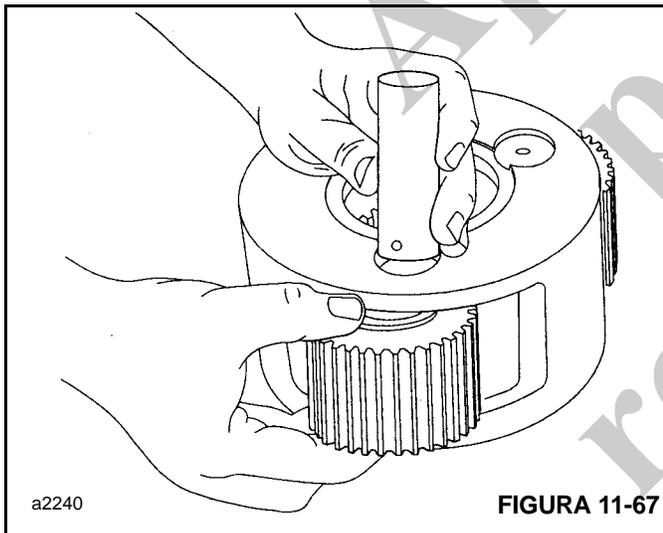

FIGURA 11-67
2. Insira dois (2) rolamentos e um espaçador de rolamentos em uma engrenagem, com o espaçador entre os rolamentos. Coloque uma arruela de encosto em cada lado da engrenagem e posicione em uma abertura do transportador. Deslize o eixo através do transportador, da arruela de encosto, do subconjunto de rolamentos-engrenagens e da arruela de encosto restante (Figura 11-67).